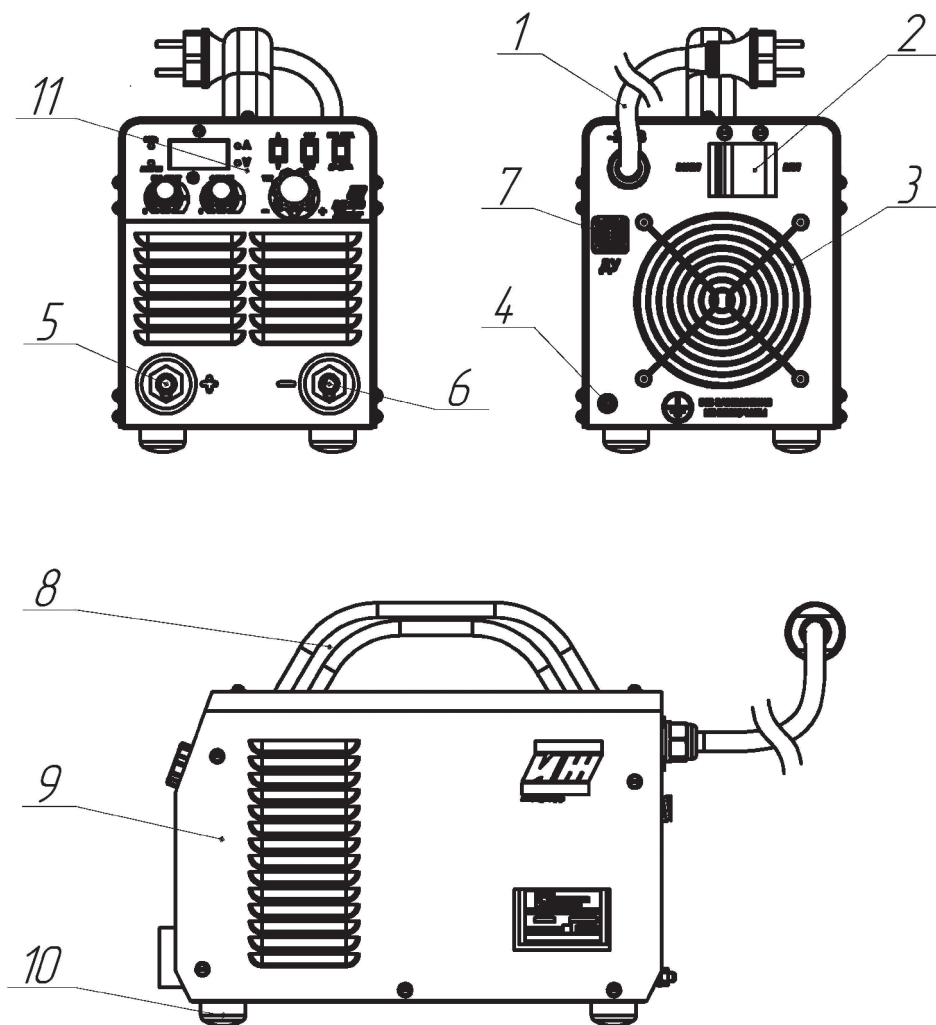
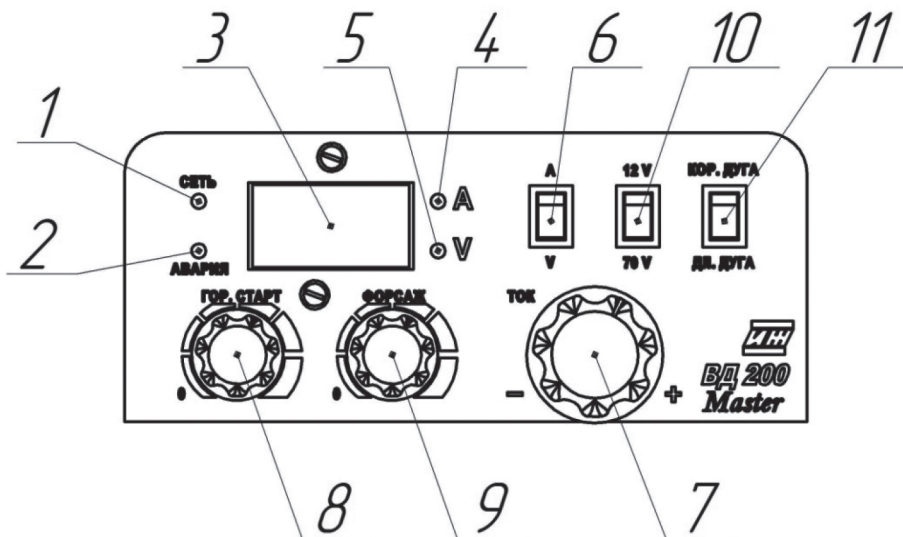

Рисунок 1 – Внешний вид и основные узлы:
Рисунок 2 – Панель управления:
На дисплее выпрямителя (рис.2, п.3) отображается информация об установленном сварочном токе, текущем сварочном токе (токе протекающем непосредственно во время сварки), текущем напряжении и функциях «горячий старт» и «форсаж дуги».
Для того чтобы настроить сварочный ток необходимо установить переключатель отображаемой величины (рис.2, п.6) в положение «А». Загорится индикатор «А» (рис.2, п.4) и на дисплее будет отображаться установленный сварочный ток в Амперах. Изменить установленный сварочный ток можно вращением ручки регулировки тока (рис.2, п.7).
Для того чтобы посмотреть текущее напряжение в сварочной цепи необходимо установить переключатель отображаемой величины (рис.2, п.6) в положение «V». Загорится индикатор «V» (рис.2, п.5) и на дисплее будет отображаться текущее напряжение в сварочной цепи в Вольтах.
Настройки функций «Горячий старт»(HOT-START) и «Форсаж дуги» (ARCFORCE) представлены в виде регулировочных резисторов (рис.2, п.8) и (рис.2, п.9) соответственно, имеющих шкалу на панели управления. Однако более точно их значение отображает дисплей. При вращении ручек регулировки этих функций он автоматически отображает значение изменяемой величины в процентах (от 0 до 100) и через 2 секунды возвращается к показаниям тока или напряжения (в зависимости от настроек пользователя).
Данная функция снижает напряжение холостого хода до уровня менее 12 Вольт для избежания поражения электрическим током во время проведения работ в опасных средах (высокая влажность, металлические ёмкости и т.п.). Активируется переключателем «БСН» (VRD) (рис.2, п.10) в положении «12V». В положении переключателя «70 V» величина холостого хода имеет стандартное значение.
Данная функция предназначена для уменьшения длины сварочной дуги до 2-3 диаметров электрода. Активируется переключателем «Короткая дуга» (рис.2, п.11) в положении «КОР. ДУГА». Рекомендуется для угловых швов или сварки «с отрывом» и т.д. В положении переключателя «ДЛ. ДУГА» дуга имеет длину 4-5 диаметров электрода.
5. Автоматический выключатель выпрямителя (рис.1, п.2) установить в положение «ВЫКЛ»
8. Установить автоматический выключатель выпрямителя (рис.1, п.2) в положение «ВКЛ», проконтролировать работу выпрямителя — по светящемуся индикатору «СЕТЬ» (рис.2, п.3). Установить переключатель режима отображения величины (рис. 2, п.6) в положение «А». Установить необходимое значение сварочного тока с помощью ручки регулировки тока (рис.2, п.7).